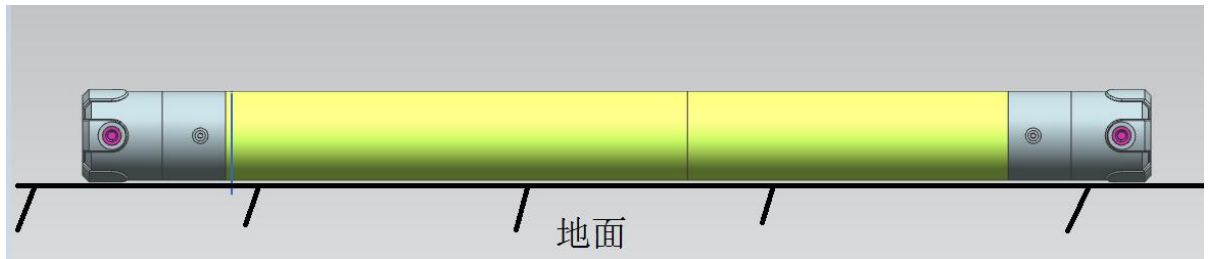

图 6：TT 电磁传感器测量示意图
5)，选择 TT 测量模式则直接放在地面（如图 6）便可测量。